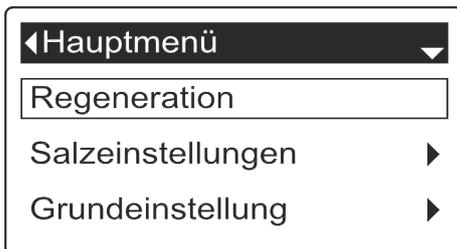

Abb. 20: Hauptmenü
2. betätigen, bis das Menü „Regeneration“ ausgewählt ist (Abb. 20).